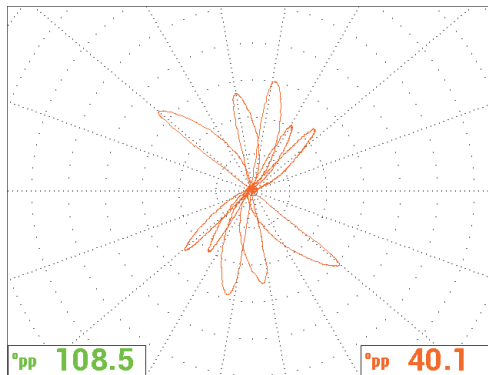

Abbildung 5-150 Raster WEB
4. Drücken Sie erneut die Menütaste DISP () und dann die Funktionstaste D, um **RASTER** auf **WEB** einzustellen. Drücken Sie die Taste FULL NEXT () , um zum Vollbildschirmmodus zurückzuschalten und prüfen Sie dann das Rohr. Mit dem Raster **WEB** kann der Signalwinkel schnell angezeigt werden (siehe Abbildung 5-150 auf Seite 249).